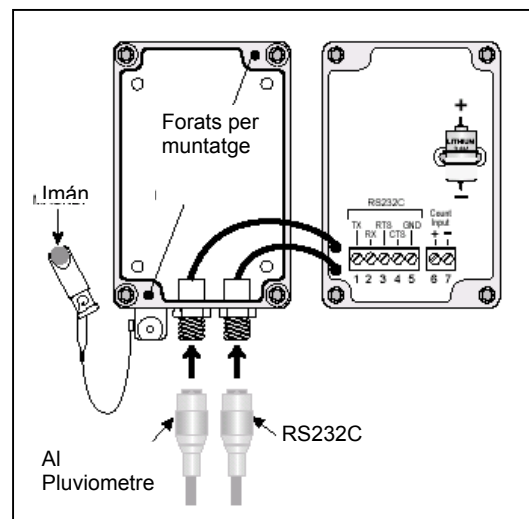

Fig. 4 HD 2013D
A la part inferior es troben els connectors per a la seva connexió a la sèrie RS232C del PC (connector mascle de cinc pols) situat a la dreta, i al pluviòmetre (connector mascle de 3 pols) situat a l'esquerra. Mas a l'esquerra trobem el suport per al imant (veure fig. 4)
5. Muntar respectant la polaritat (veure fig. 4)